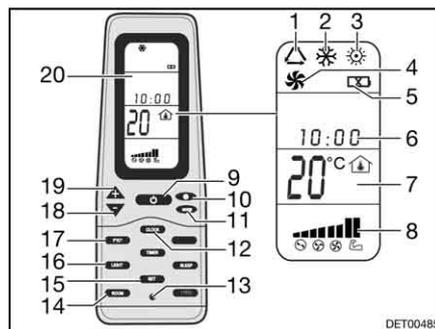

Bild 171 Fernbedienung
- Die Taste ON/OFF (Bild 171,9) drücken.
- Die Taste "Mode" (Bild 171,11) so oft drücken, bis die gewünschte Betriebsart (Bild 171,1, 2, 3 oder 4) auf dem Display (Bild 171,20) angezeigt wird.
- Mit den Tasten "+" (Bild 171,19) und "-" (Bild 171,18) die gewünschte Temperatur einstellen.
- Mit der Taste Lüftergeschwindigkeit (Bild 171,10) die gewünschte Lüfterstufe wählen.
*Ausschalten:* ■ Die Taste ON/OFF (Bild 171,9) drücken.